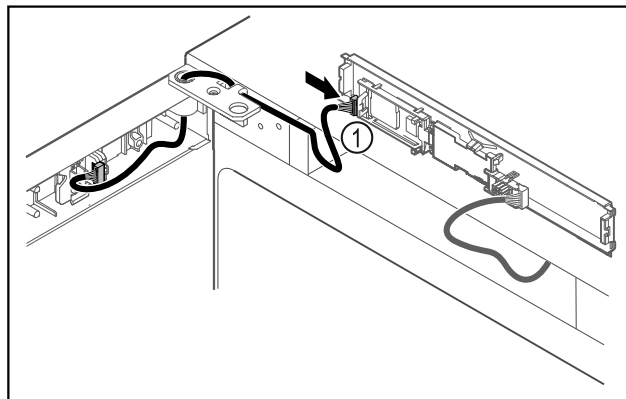

Fig. 47
- ▶ Introduceți fișa Fig. 47 (1) la placa electronică.